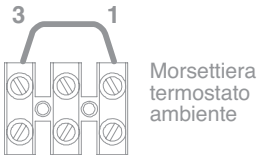

Fig. 5.18
- Collegare il cavo di alimentazione elettrica proveniente dall'interruttore onnipolare alla morsettiera di alimentazione elettrica della caldaia Fig. 5.18 rispettando la corrispon-